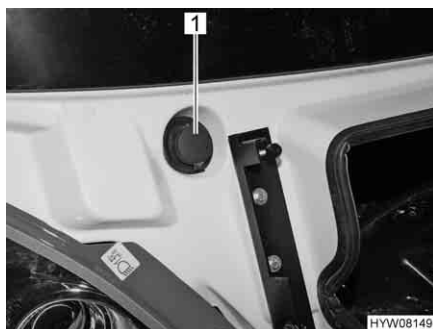

Fig. 22 Bocchettone di riempimento del contenitore dell'acqua di lavaggio
- Rimuovere il coperchio (Fig. 22,1) del bocchettone di riempimento del contenitore dell'acqua di lavaggio.